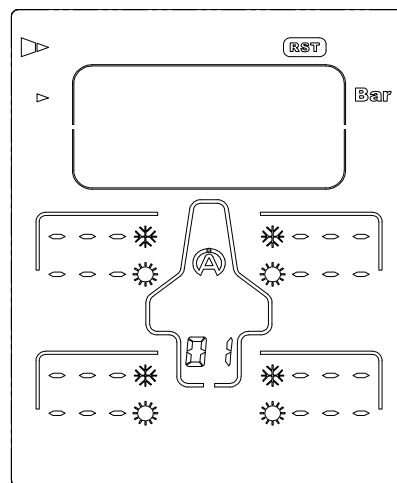

Figure 11
- 2) Pressez le bouton central  pendant 1 seconde, pour effacer toutes les données (figure 11)